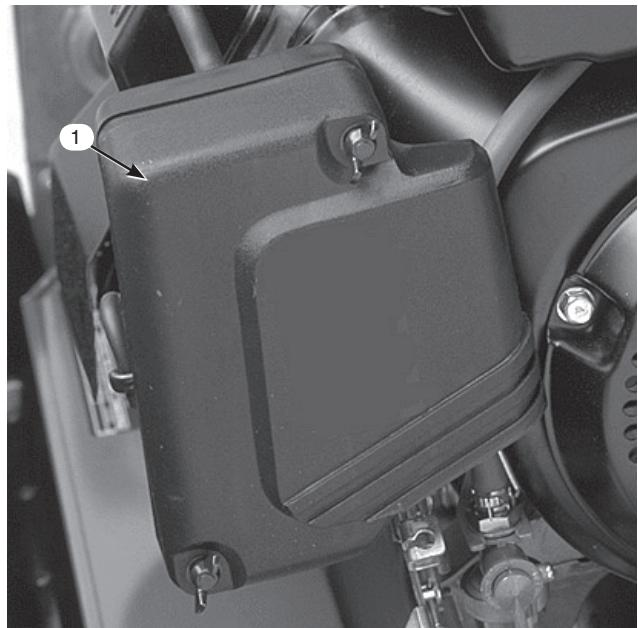

図29
2. エア・クリーナ・カバーの蝶ナットを取り、カバーを外す(図29)。
3. カバーをきれいに清掃する(図29)。